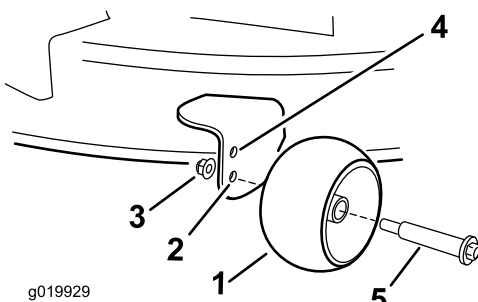

Bild 22
- Oberes Loch: Verwenden Sie diese Stellung mit dem Mähwerk in der Schnitthöheinstellung 63 mm oder niedriger (Bild 22).
- Unteres Loch: Verwenden Sie diese Stellung mit dem Mähwerk in der Schnitthöheinstellung 76 mm oder höher (Bild 22).